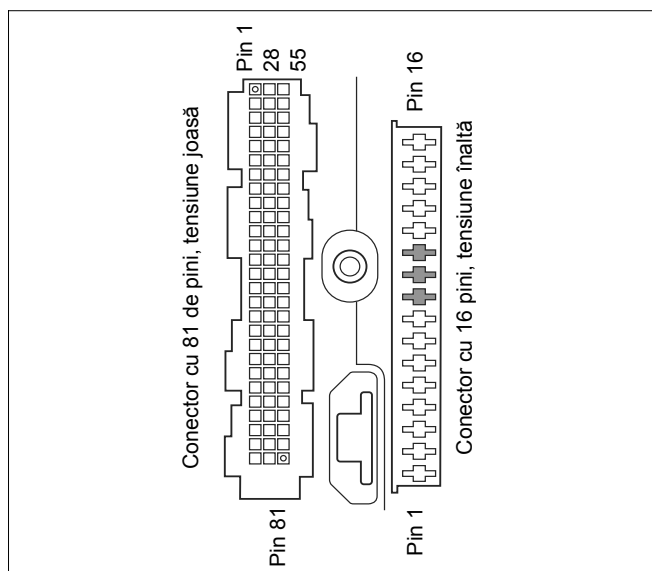

Fig. 11 Picior de montare a UBA3
- Măsurați cablul de alimentare al ventilatorului cu privire la scurtcircuit și puncte de rupere (vezi Fig. 11 și pagina 150, Fig. 143).